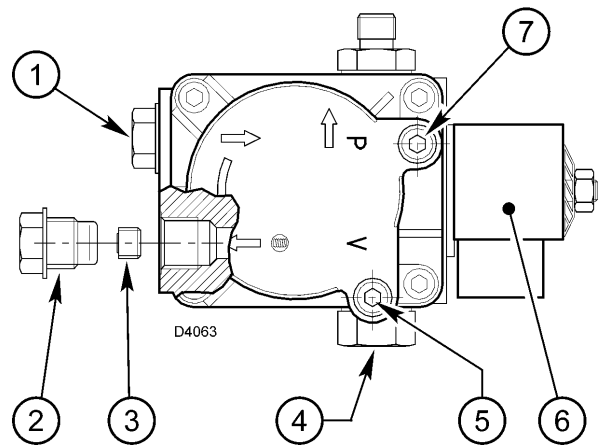

рис. 5
- Насос предназначен для двухтрубной схемы. Если вы хотите сделать однотрубную схему, необходимо вывинтить пробку обратного трубопровода (2), вывинтить винт байпаса (3) и потом снова закрутить пробку (2) (Смотри рисунок 5).
В системе, изображенной на рисунке 6 достаточно ослабить штуцер вакуумметра (5, рис. 5) и подождать, пока не начнет выходить топливо.
Для того, чтобы изменить настройки, поверните винт (4, рис.5, стр. 4).